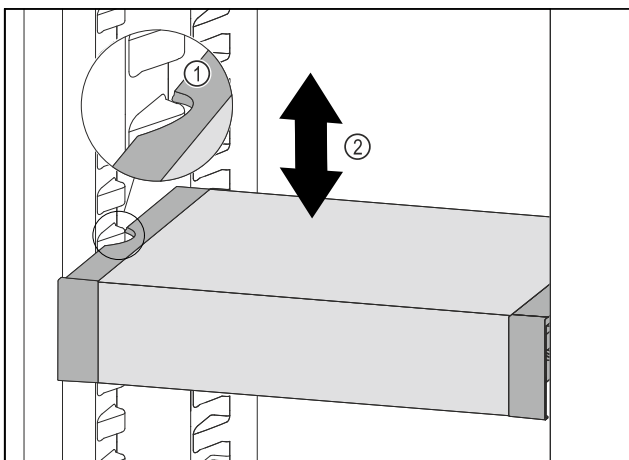

Fig. 82
- ▶ Потягнути VarioSafe вперед, поки бокові заглиблення VarioSafe не опиняться на рівні ребра для резервуара в охолоджувальному відділенні. Fig. 82 (1)
- ▶ Пересувайте VarioSafe вгору або вниз в охолоджувальному відділенні до тих пір, поки не досягнете бажаної висоти. Fig. 82 (2)